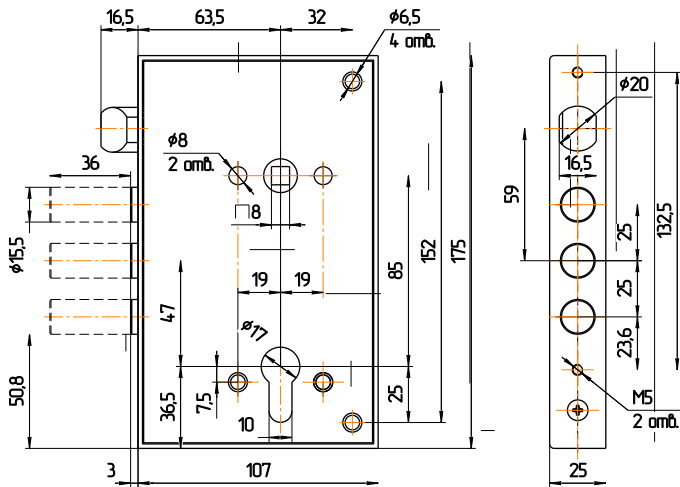

Рис.2
4.1. Произвести разметку на двери согласно рис.2. Выполнить на торце полотна двери и в дверной коробке отверстия под пальцы засова и защелку, а также для крепежа замка. Выполнить на полотне двери отверстия для цилиндрического механизма, для стержня ручек фалевых и крепежа.